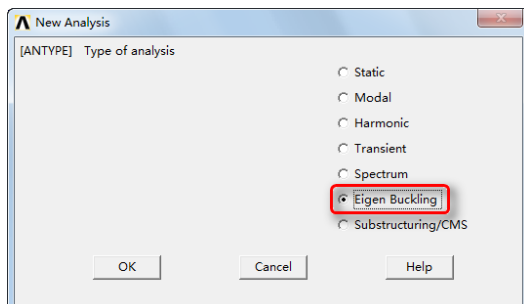

图 15-30 定义新的分析类型（特征值分析）
③ 获得特征值屈曲解。
①屈曲分析求解：Main Menu > Solution > Analysis Type > New Analysis，弹出如图 15-30 所示的“New Analysis”对话框，在“Type of analysis”后面单击选择“Eigen Buckling”，单击“OK”按钮。